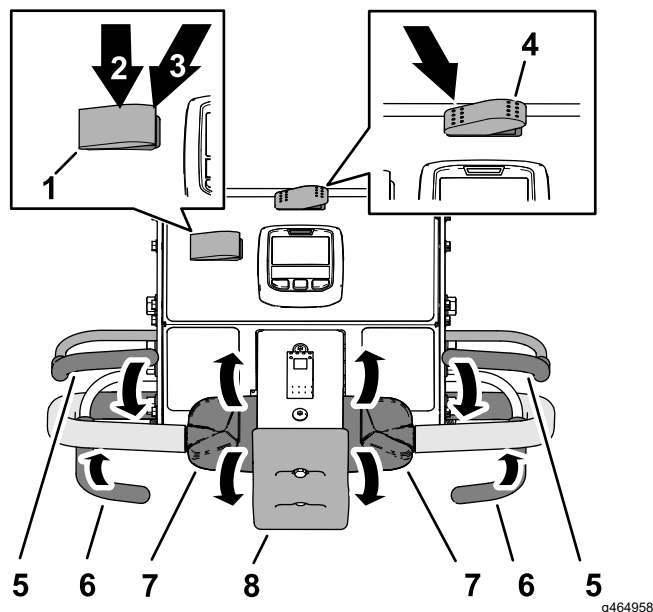

Bild 82
- Drücken Sie den Transport-/Aerifizierungsschalter in die AERIFIZIEREN-Stellung (Bild 82).